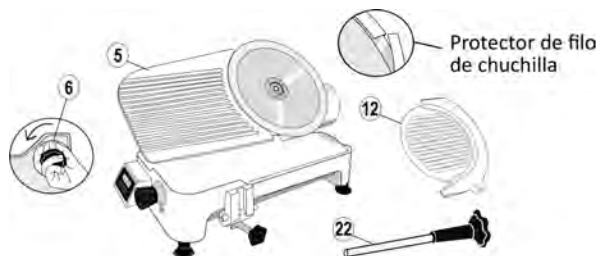

FIG 1. COMO REMOVER EL PROTECTOR DE CUCHILLA
A. Saque el ensamble de carro. Haga lo mismo con el ensamble de la base levantándola desde la base (10), ejercer método de elevación adecuado, preferiblemente hacer este procedimiento con dos personas.
C. Retire el protector plástico de la orilla de la cuchilla o disco (5) siguiendo las siguientes instrucciones (**Ver Fig. 1**):
- Gire la Perilla reguladora de corte (6) en contra de las manecillas del reloj hasta que se detenga.
- Quite el plato de protección (12) aflojando la perilla del plato de protección (22).
- Una vez que haya retirado el protector del disco-cuchilla, vuelva a colocar el plato de protección (12) y asegúrelo con la perilla (22). Ajuste la plancha (5) con el regulador de corte (6).